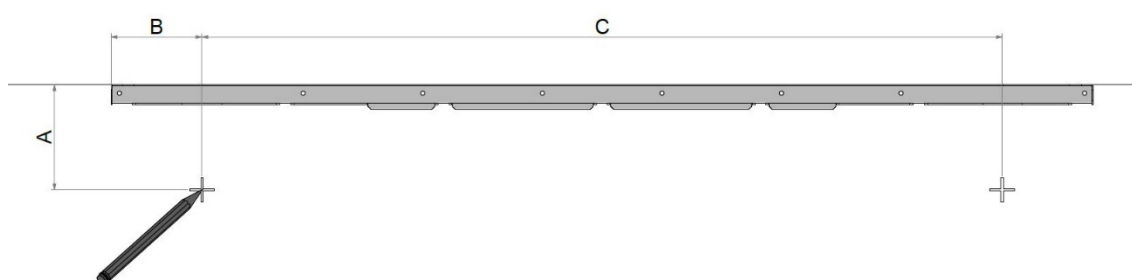

Abbildung 15: Bohrlöcher für die Kanäle markieren
2. Markieren Sie die Mitte der Kanallöcher, siehe Abbildung 15 und Tabelle 9.